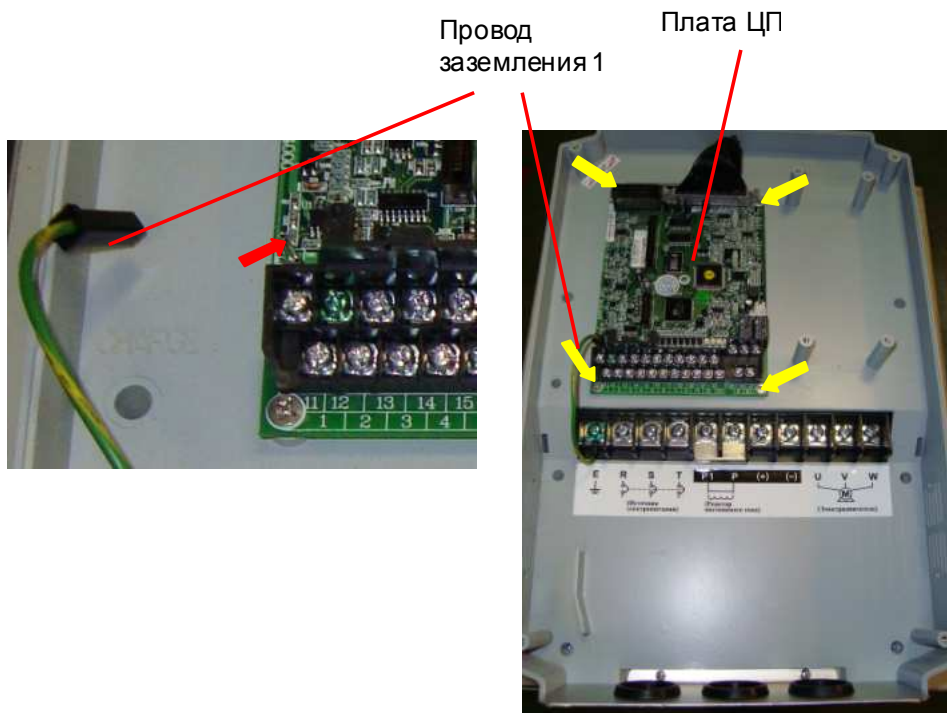

Рис. 6.5
6.4.2. Отсоединить провод заземления 1 от контакта Е на плате ЦП (рис. 6.5, красная стрелка).